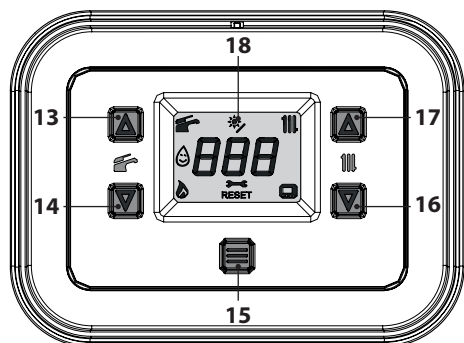
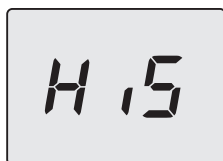

Figura 7.3
Figura 7.4
- Entrare in "modalità programmazione" premendo contemporaneamente per 5 secondi i tasti 14 e 16 (Figura 7.3) fino a far apparire sul display LCD le lettere **HiS** che indicano il menu "Storico delle caldaia" (Figura 7.4).